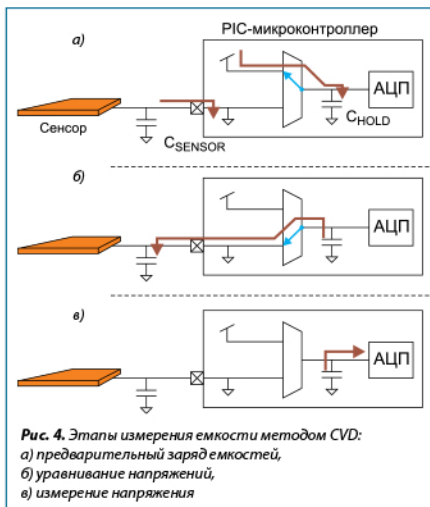
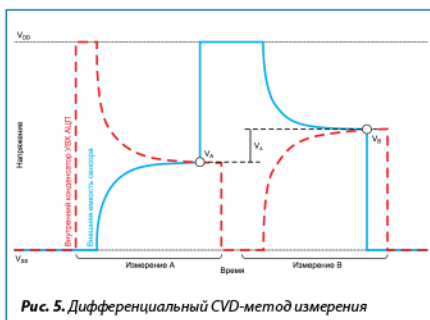

Рис. 4. Этапы измерения емкости методом CVD:
Рис. 5. Дифференциальный CVD-метод измерения
1. Предварительный заряд (рис. 4а). Обе емкости заряжаются до фиксированных разнополярных значений напряжений (C_{HOLD} до V_{DD} , C_{SENSOR} до V_{SS} — вывод МК настроен как выход с уровнем «лог. 0»).
2. Выравнивание зарядов (рис. 4б). АЦП подключается к входу с сенсором, то есть емкость УВХ подключается параллельно с емкостью сенсора. Вывод микроконтроллера с сенсором настраивается как вход.
3. Измерение результирующего напряжения (рис. 4в). При дифференциальном CVD-методе производятся два последовательных измерения: в первом измерении (А) C_{HOLD} изначально заряжен, а C_{SENSOR} разряжен, а во втором измерении (В) наоборот — C_{HOLD} изначально разряжен, а C_{SENSOR} заряжен (рис. 5).